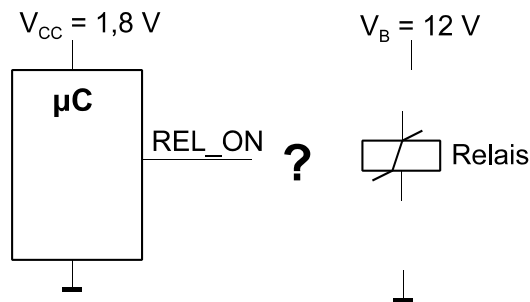

Abb. 14 Ansteuerung eines Relais
36. Ein Mikrocontroller mit einer Betriebsspannung von 1,8 V soll ein Relais ansteuern (Abb. 14). Da es sich nur um ein einziges Relais handelt, soll eine diskrete Transistorstufe verwendet werden. Welche Transistorart setzen Sie ein? Weshalb? Skizzieren sie die Schaltung mit allen wesentlichen Einzelheiten (Dimensionierung ist nicht erforderlich). Erläutern Sie, wozu ggf. vorgesehene zusätzliche Bauelemente dienen.